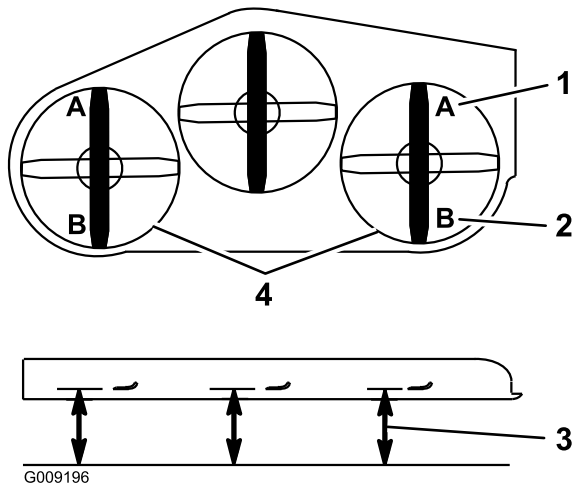

Figura 90
- 9. Su ambo i lati del piatto di taglio, misurate dalla superficie piana all'estremità anteriore della lama (posizione A). La misura deve essere di 7,6 cm (Figura 90).
15. Su ambo i lati del piatto di taglio, misurate dalla superficie piana all'estremità posteriore della lama (posizione B). La misura deve essere di 8,3 cm (Figura 90).